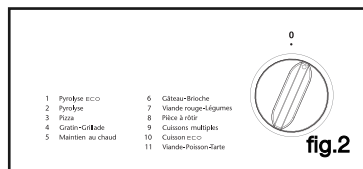

fig.2
Exemple : position "Viande Tarte, Poisson" (fig.2).
- Positionnez le sélecteur de programme sur la position "Durée de cuisson" (fig.2).